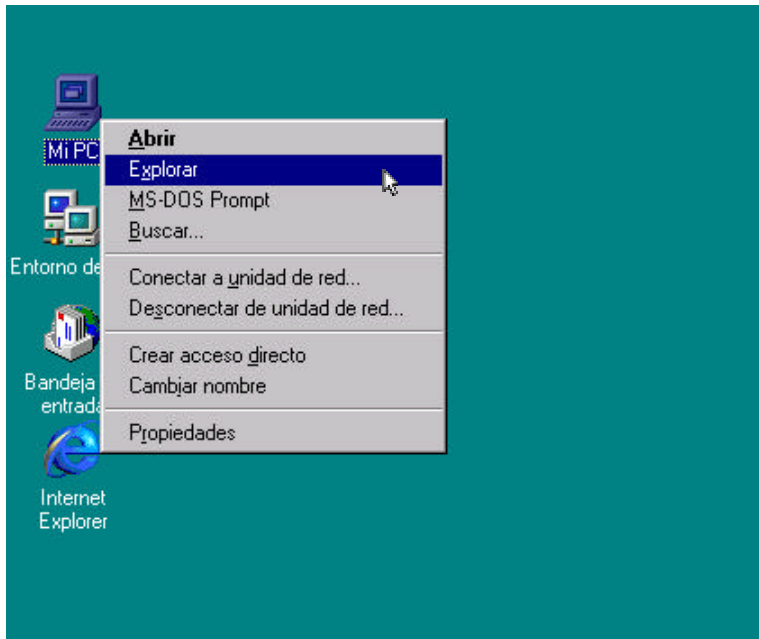

Figura 3.1. Abriendo el explorador de Windows.
1. Abra el explorador. Una forma de hacer esto es posicionarse con el mouse sobre el ícono **Mi PC** (el cual se encuentra en el escritorio de Windows), presionar el botón derecho y seleccionar la opción **Explorar** del menú desplegable (figura 3.1). En las versiones de Windows en inglés, el ícono se llamará **My Computer**, y la opción del menú será **Explore**.